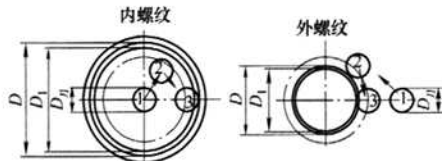

图7 圆弧切入法
(1) 圆弧切入法 如图7所示,圆弧切入法刀具切入、切出平稳。不留切削痕迹,不产生振动,适合大螺距螺纹铣削,但编制程序较复杂。